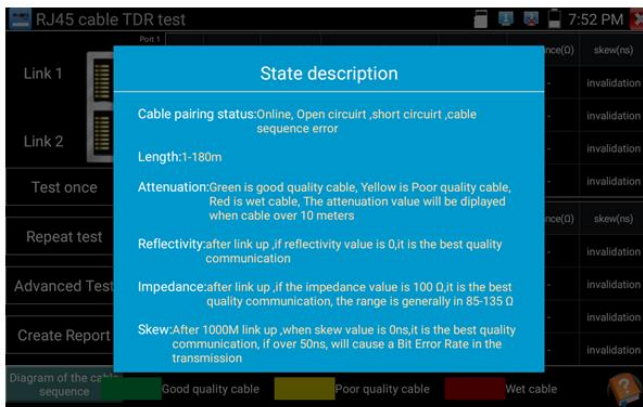

Рис. 138 Справочная информация подключения кабеля к тестеру для TDR теста
- 1) Help (Справочная информация) содержит информацию о каждом из измеряемых параметров, рис. 138